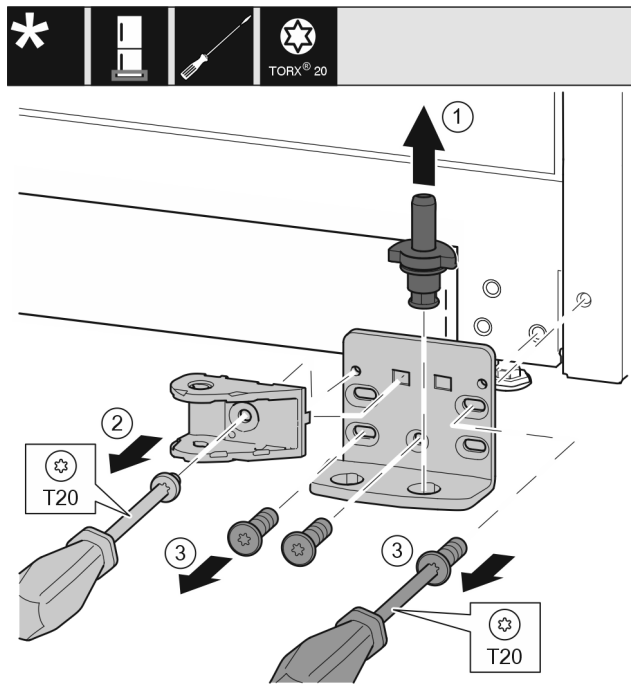

Fig. 37
- ▶ Lagerbolzen Fig. 37 (1) komplett nach oben herausziehen.
- ▶ Schraube Fig. 37 (2) mit Schraubendreher herausdrehen und Schließdämpferverbindung abnehmen.
- ▶ Schrauben Fig. 37 (3) mit Schraubendreher herausdrehen und Lagerbock abnehmen.